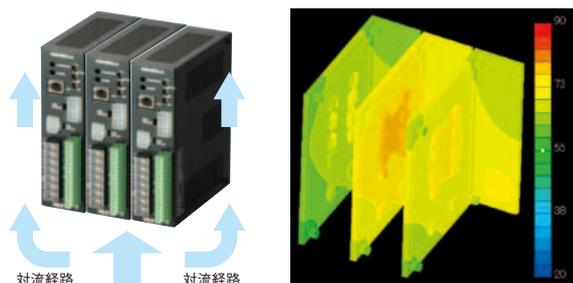
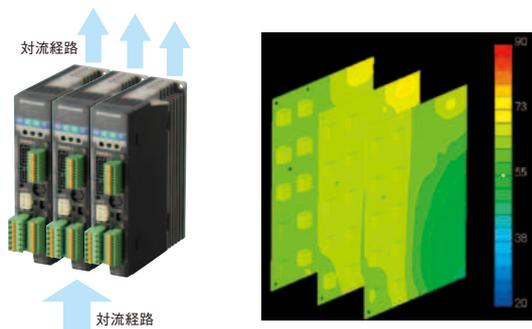

図7 熱解析結果(従来品:L字型放熱板)
図8 熱解析結果(**BXII**シリーズ:フィン型放熱板)
**BXII**シリーズは、ドライバの薄型化と密着取付を実現するために、放熱板構造を従来品のL字型の構造からフィン型の放熱板構造にしています。図7に従来品、図8に**BXII**シリーズの密着取付時の熱解析結果を示します。従来品の放熱板構造では、中央のドライバは両側が塞がれており、空気の流れ経路が確保できないので温度が高くなります。これに対し**BXII**シリーズの放熱板構造は、両側を塞がれていても空気の流れ経路を確保できるため、温度上昇を低く抑えることができます。